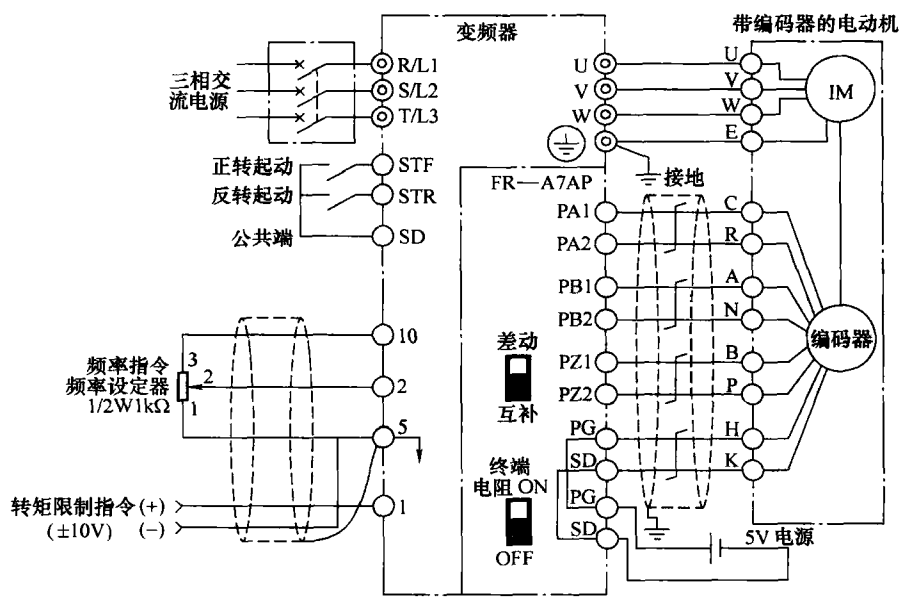

图 6-10 矢量控制接线图
(3) 矢量控制 FR—A7AP 可以通过带有编码器的电动机达到矢量控制运行，实现速度控制、转矩控制和位置控制。矢量控制接线图如图 6-10 所示。